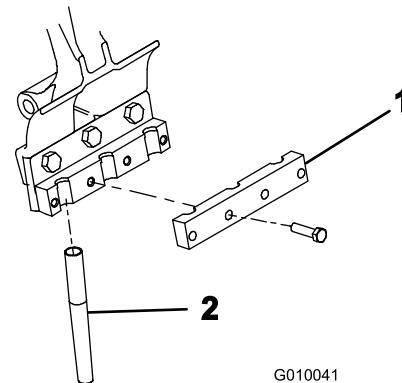

Bild 24
4. Befestigen Sie eine Stacheldrahtklemme mit vier Schrauben (3/8 x 1-1/2 Zoll) lose an jedem Stacheldrahthalter (Bild 24). Ziehen Sie die Bolzen nicht fest.